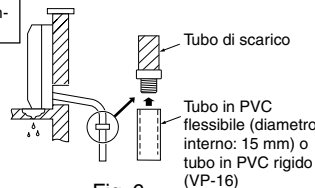

Fig. 6
- Se il tubo di scarico è troppo corto, vedere la Fig. 6 per aumentarne la lunghezza.